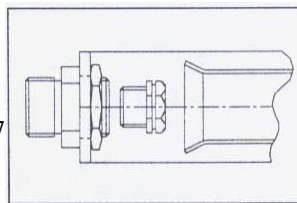

Рис.6
5. Заменить форсунку горелки, используя ключ на 13 (см. рис. 6)
4. Заменить форсунку горелки, используя ключ на 13 (см. рис. 6).